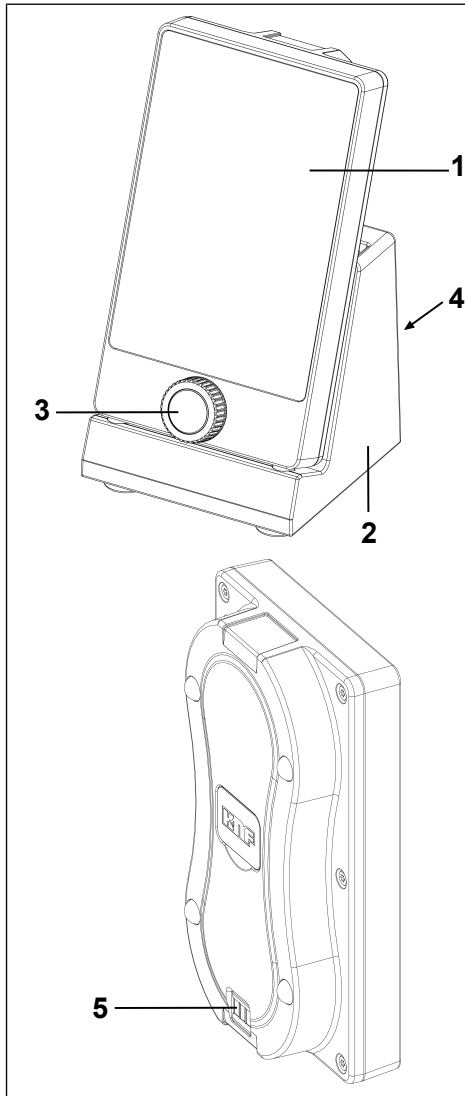

Abb.13: Handterminal
- eines Drehknopfes (Abb. 13/3) und
- eines Touchscreens (Abb. 13/1).
Das Handterminal mit der Unterseite in die Auflage für das Handterminal (Abb. 13/2) setzen. Ein Signalton ertönt und die Umrandung des Batteriesymbols pulsiert.